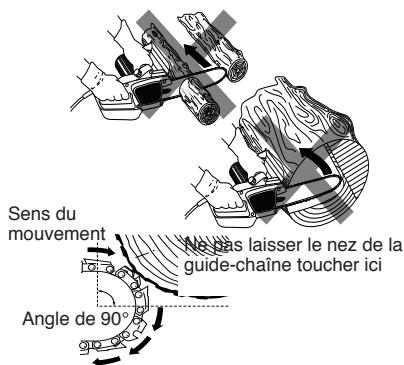

Figure 1 - Exemple du risque de recul. Ne pas laisser le nez de la guide-chaîne toucher un objet pendant que la chaîne est en mouvement.
- Ne pas enfouir le nez de la guide-chaîne ni essayer de couper en plongeant (faire un trou dans le bois en enfonçant le nez de la guide-chaîne, voir la figure 1, à la page 53).